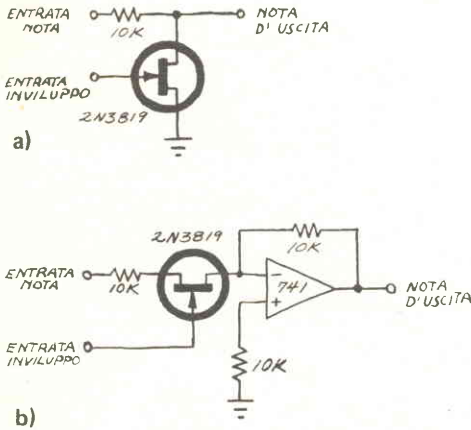

Fig. 2 - Il dispositivo JFET può essere usato nel modo in parallelo (a) oppure nel modo in serie (b).
Un JFET deve essere usato nel modo in serie (fig. 2-a), oppure il segnale nella massa virtuale di un amplificatore operazionale nel modo in serie (fig. 2-b) deve essere sommato per evitare che la tensione di controllo o di inviluppo compaia all'uscita.
*Fig. 2 - La fotografia in alto mostra come appare sullo schermo di un oscilloscopio un tono ad alta frequenza registrato su un apparecchio con il giusto livello di premagnetizzazione. In basso si vede un segnale analogo, ma registrato con un valore di premagnetizzazione inadatto; si osservano chiaramente i momentanei abbassamenti di livello.*
Questo è il meccanismo, o almeno uno dei meccanismi, responsabile delle evanescenze, cioè di quei momentanei abbassamenti di livello provocati dalle irregolarità nel rivestimento di ossido (fig. 2). Se la superficie del nastro è assai irregolare e se la premagnetizzazione non è regolata al livello ottimo, queste evanescenze (possono però presentarsi anche momentanei incrementi nel segnale) danno luogo ad un disturbo udibile detto "rumore di modulazione"; questa denominazione è dovuta al fatto che il segnale registrato è costantemente modulato dalle irregolarità esistenti sulla superficie del nastro. Tale fenomeno è anche accompagnato da altri interessanti tipi di distorsione.